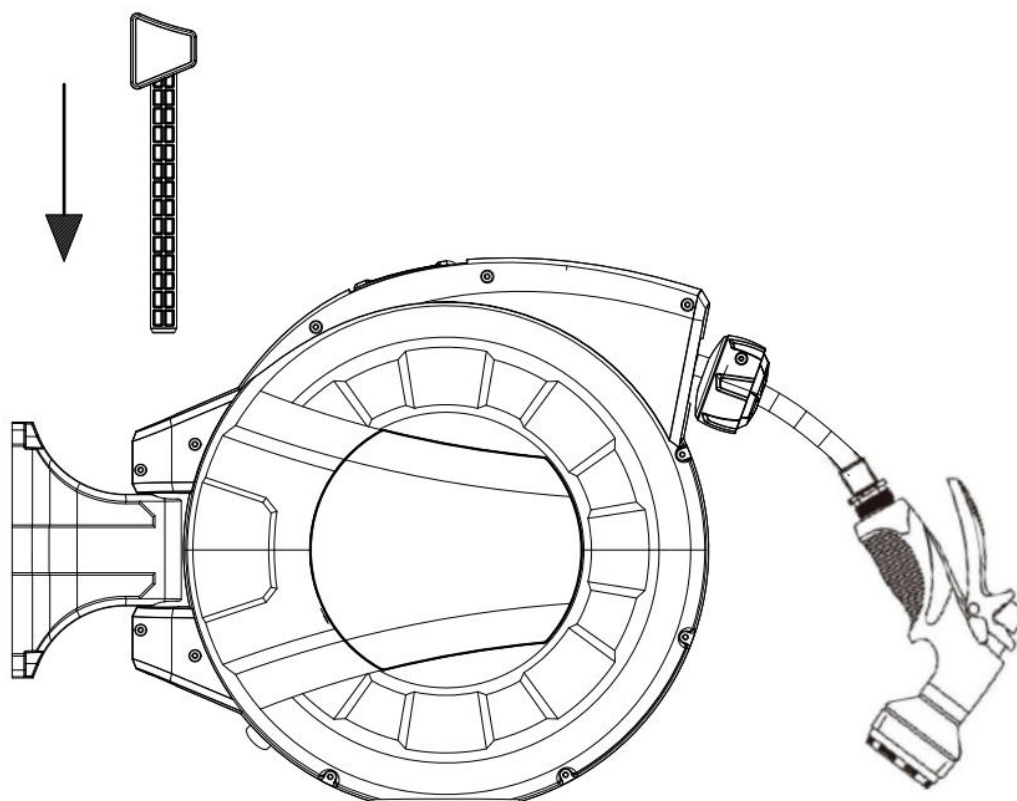

Abb.3
5. Verbinden Sie die Trommel mit der Montagehalterung (Abb.3).